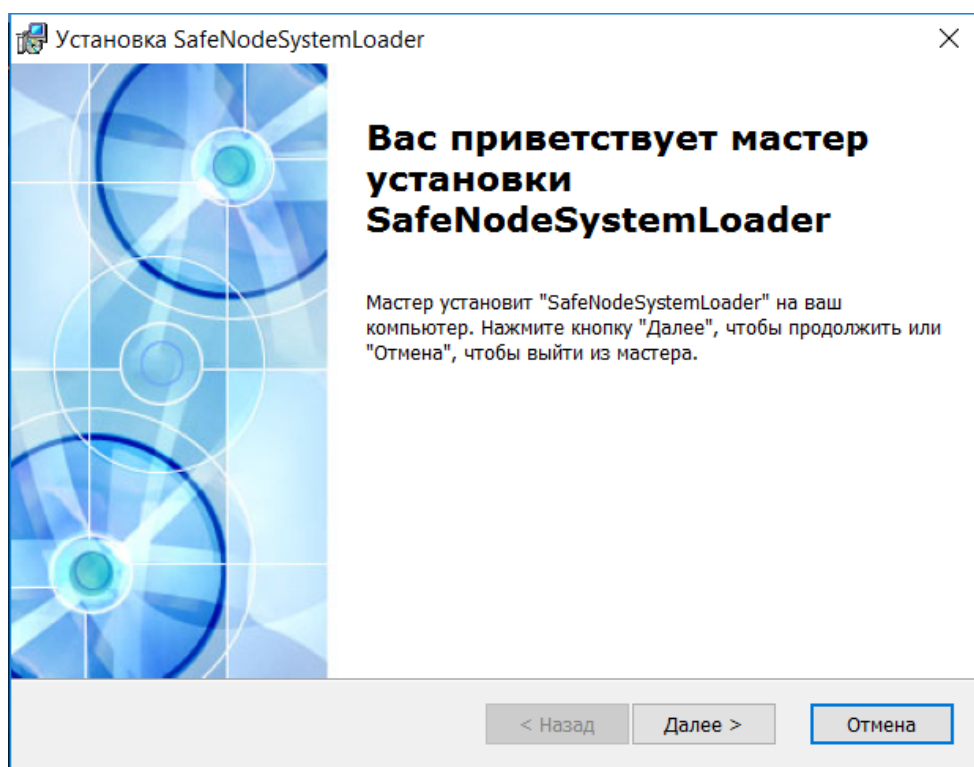
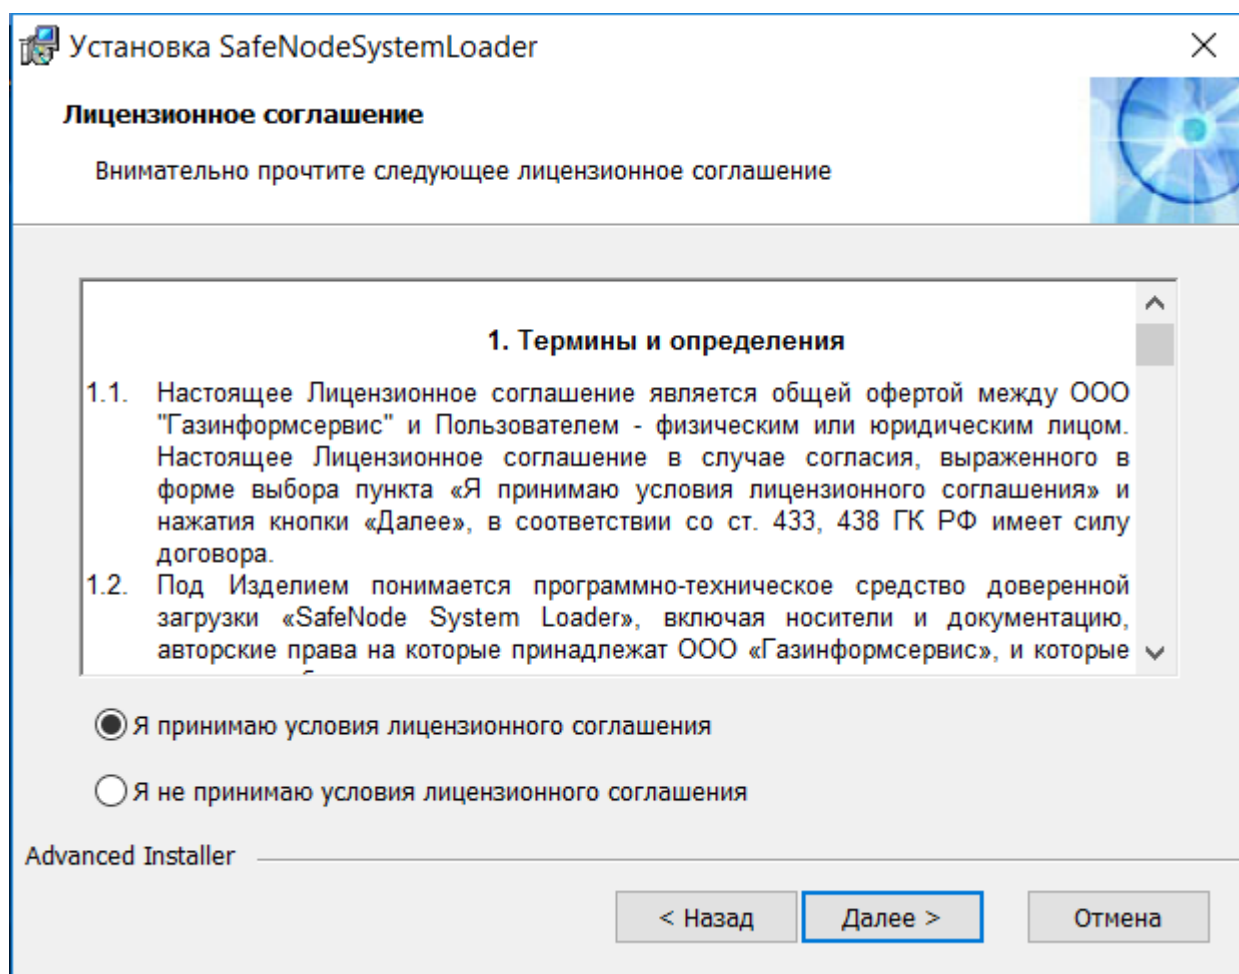

Рисунок 3.1 – Окно установки изделия
Рисунок 3.3 – Окно с текстом лицензионного соглашения
3.2.1 Для начала процесса установки изделия необходимо дважды кликнуть по исполняемому файлу **SafeNodeSL.exe**. В результате выполнения на экране ЭВМ появится окно (рисунок 3.1).
3.2.4 После нажатия кнопки «**Далее**» (рисунок 3.1) на экране ЭВМ появится окно, в котором представлен текст лицензионного соглашения (рисунок 3.3). Необходимо внимательно прочитать условия лицензионного соглашения, после ознакомления установить отметку напротив поля «**Я принимаю условия лицензионного соглашения**» и нажать кнопку «**Далее**».
3.3.4 Для начала второго этапа установки изделия необходимо дважды кликнуть по исполняемому файлу **SafeNodeSL.exe**. В результате выполнения на экране ЭВМ появится окно (рисунок 3.1).
3.3.5 После нажатия кнопки **«Далее»** (рисунок 3.1) на экране ЭВМ появится окно, в котором необходимо указать пароль администратора изделия (рисунок 3.9).